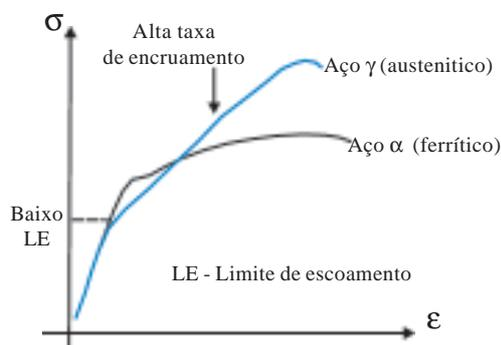

Figura 2 Esquema que ilustra uma curva de tração para um aço inoxidável austenítico, evidenciando a elevada taxa de encruamento.
- que a estrutura austenítica apresenta elevada taxa de encruamento, ou seja que o material começa a escoar com baixa tensão (normalmente a tensão limite de escoamento é baixa e a razão LE/LR pode ser inferior a 0,4) e a medida que vai sofrendo deformação plástica o material vai endurecendo rapidamente até chegar à tensão limite de resistência, figura 2.